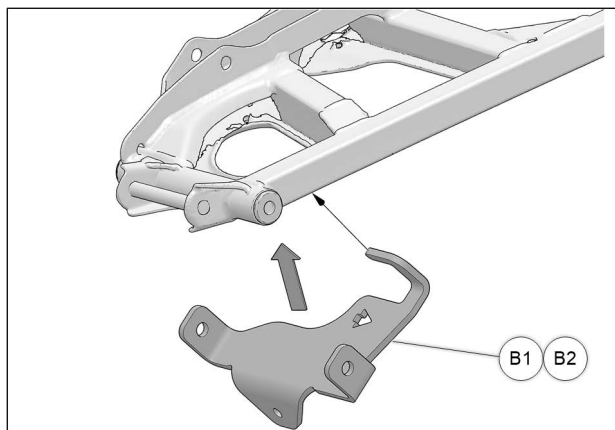

Fig. 5
5. Accrocher l'arrière de l'ancrage (B1-B2) au membre du bras de suspension qui fait face à l'avant du véhicule. Voir la Fig. 5